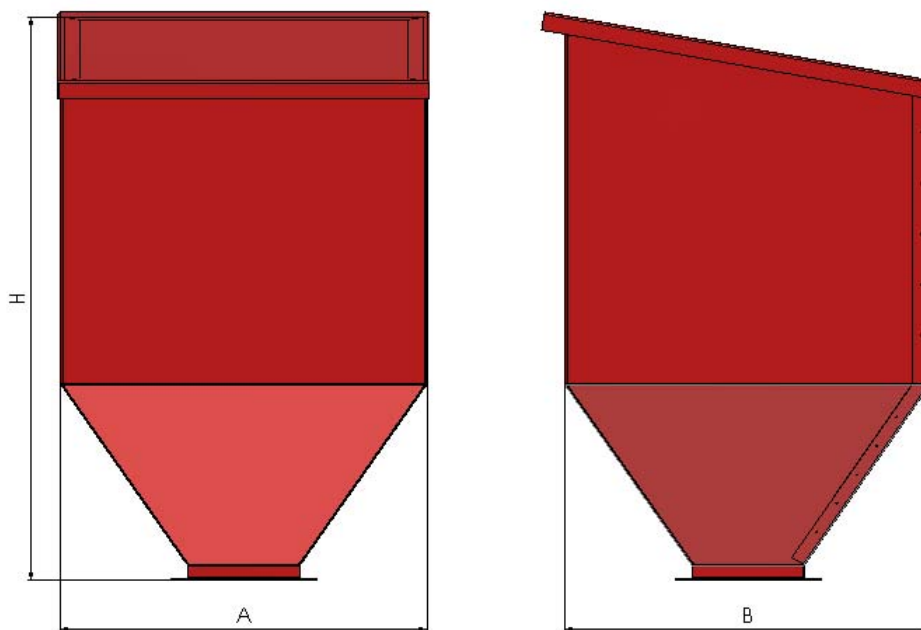

Рисунок 2. Стандартный бункер для котлов ТКАН
- **Бункеры большего объема к котлу.** Стандартные бункеры (**рисунок 2**) приведены в таблице размеров, однако если вам необходим бункер с большим объемом. Поставка такого бункера возможна, так же, после поставки котла.